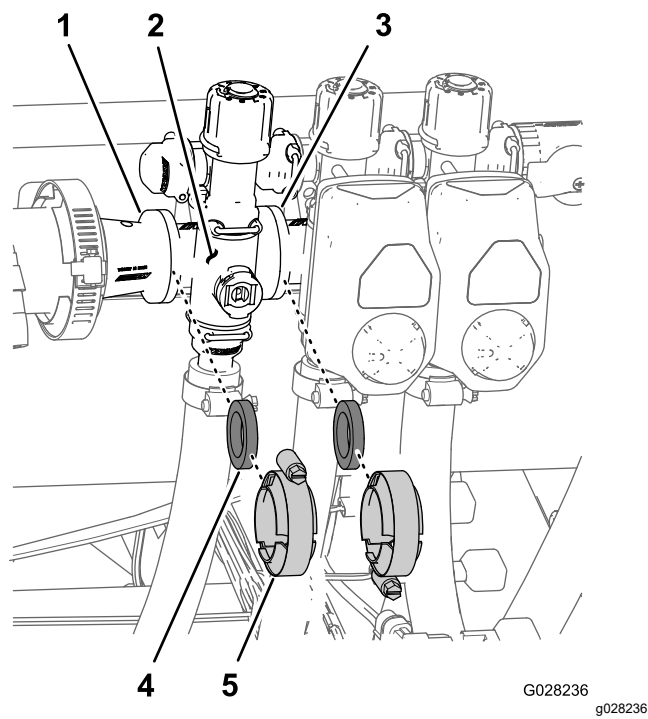

Figura 119
1. Îndepărtați clemele i garniturile care fixează colectorul pentru supapa de seciune (Figura 119) la supapa de seciune adiacentă (în cazul prezenei supapei de seciune din stânga i cuplajului reductorului).